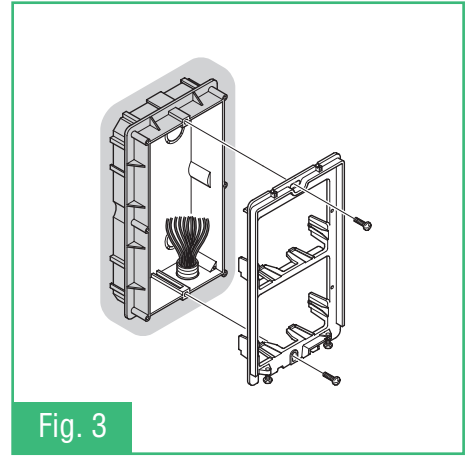

Fig. 3
- Fig. 3** Fissaggio del telaio su scatola da incasso
- Fig. 3** Fixing the frame onto the flush-mounting box
- Fig. 3** Fixation du petit câble sur le boîtier à encastrer
- Fig. 3** Bevestiging van het frame op de inbouwdoos
- Fig. 3** Befestigung des Rahmens auf dem Einbaukasten
- Fig. 3** Fijación de la estructura en la caja de empotrar